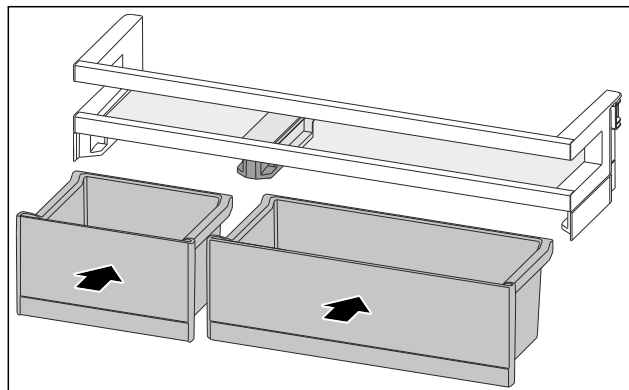

Fig. 155
- ▶ 排列互换后装入 VarioBox。（参见 Fig. 155）